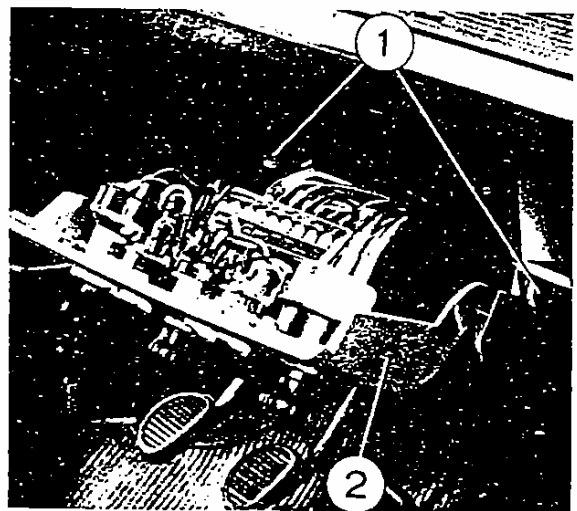

Fig. 07/01 - 1. Ecrus moletés - 2. Élément central inférieur planche de bord avec boîte à fusibles.
- Le sortir en partie en le culbutant jusqu'à la position horizontale comme indiqué dans la figure 07/01.
de bord comme indiqué au paragraphe précédent et illustré à la figure 07/01, retirer le couvercle boîte à fusibles et remplacer le fusible endommagé.